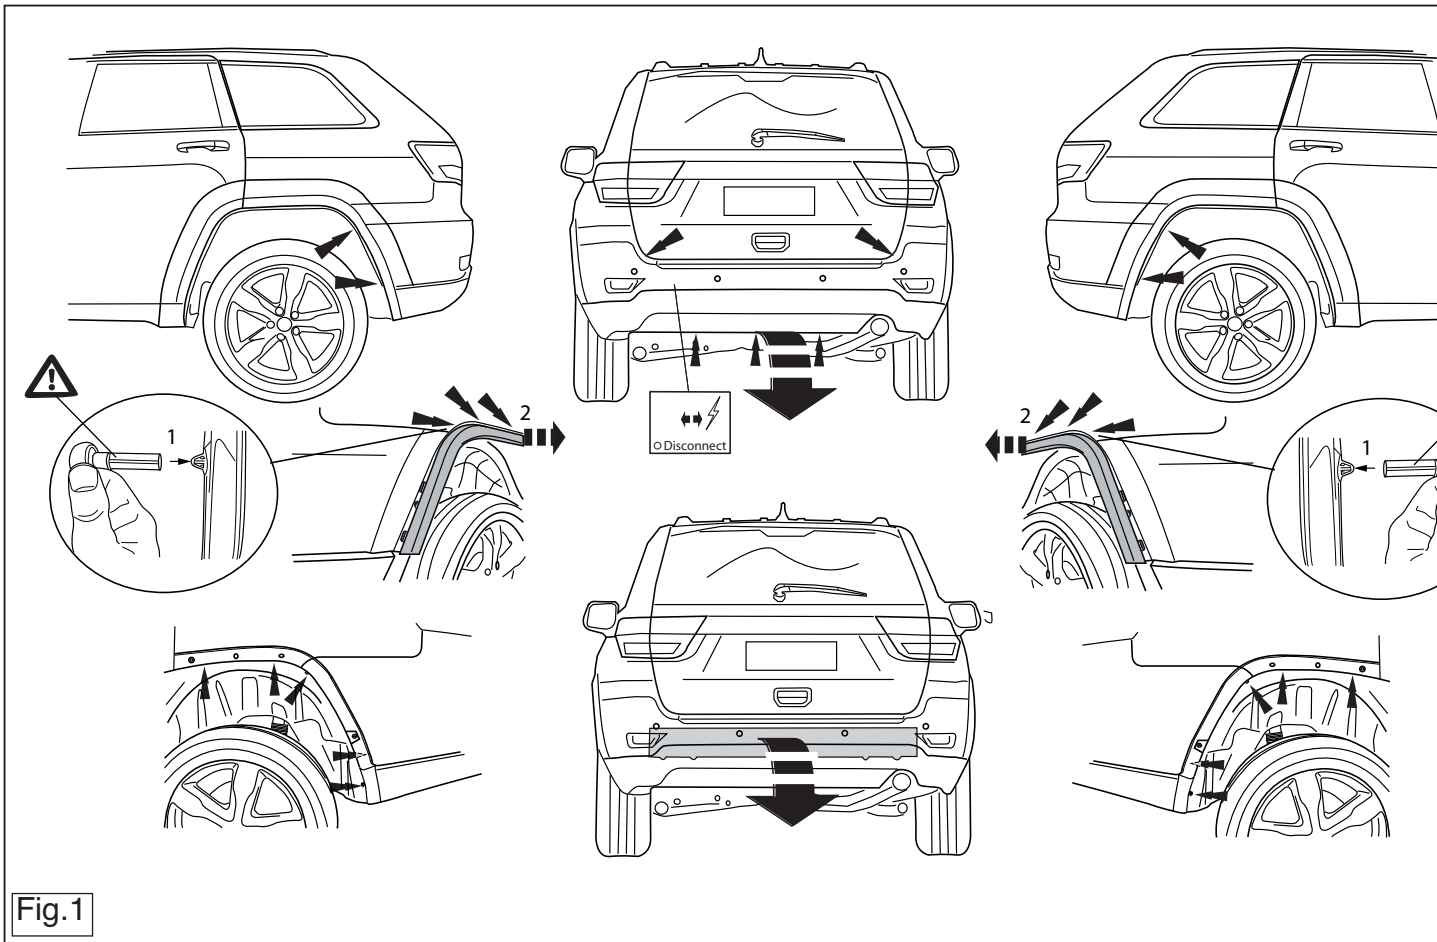

Fig.1
1. Снять бампер вместе со стальным буферным брусом автомобиля; буферный брус больше не понадобится. (См. рисунок 1).